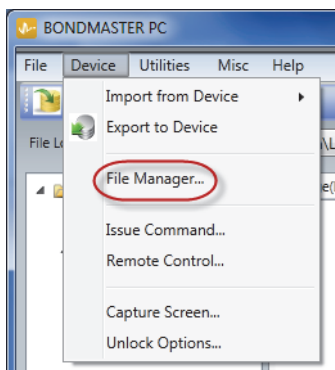

图 7-16 文件管理器指令
- ◆ 在 BondMaster PC 软件的 **Device**（设备）菜单中，选择 **File Manager**（文件管理器）（参见第 196 页的图 7-16）。